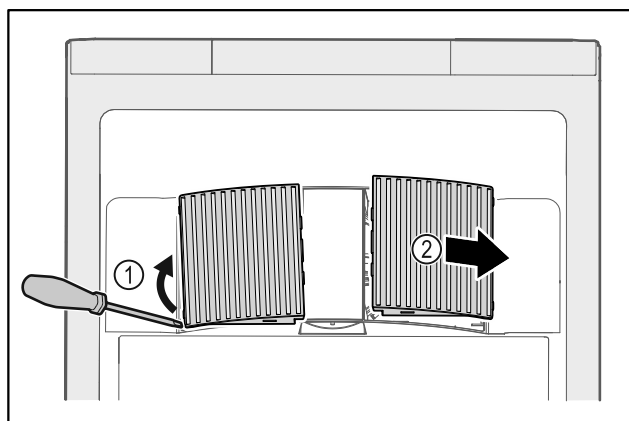

Fig. 228
- ▶ Pokrov ventilatorja previdno dvignite s strani Fig. 228 (1) in ga odstranite v smeri naprej Fig. 228 (2).